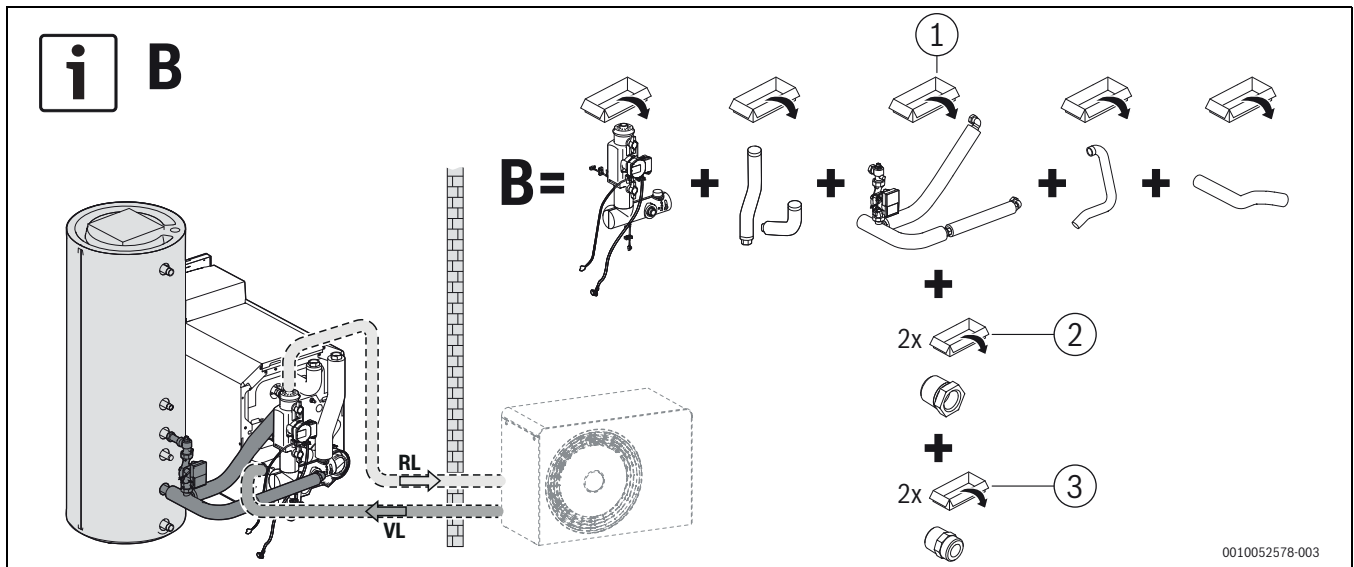
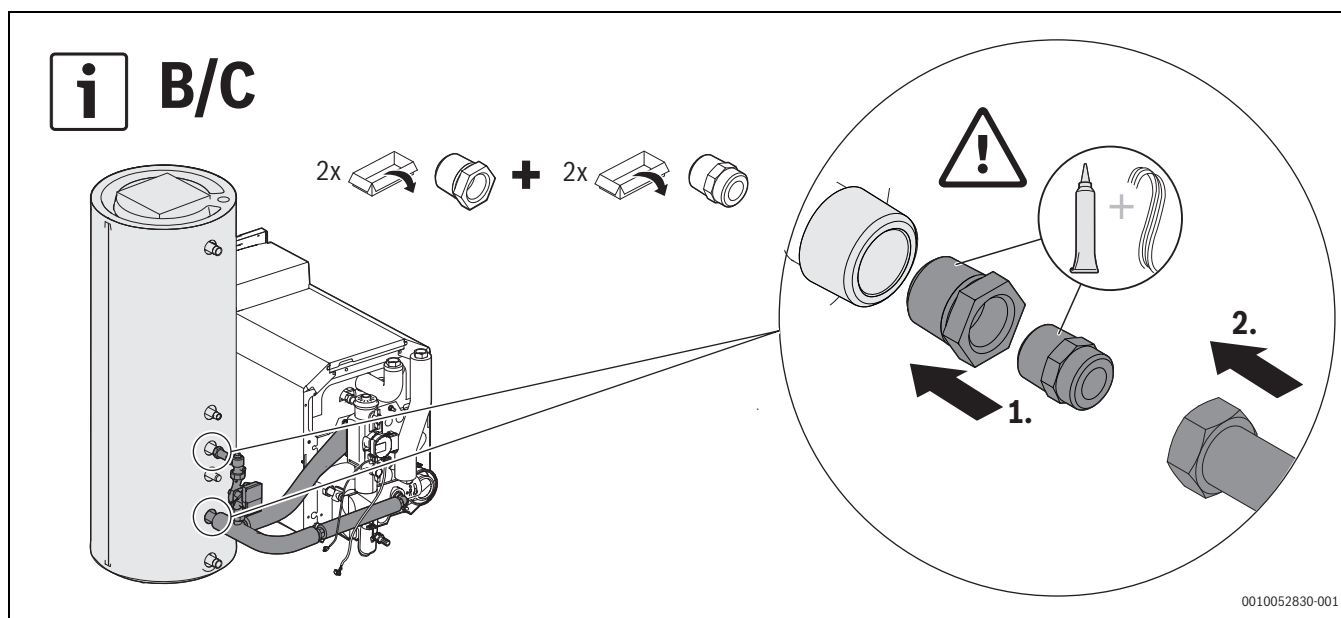

Fig. 8 Connexion ballon ballon vertical à droite, variante B, exemple d'illustration pour taille de chaudière 18 kW
Fig. 10 Montage connexion ballon ballon vertical, variantes B et C
- ▶ Monter l'assemblage de la tuyauterie conformément à la variante prévue (→fig. 8 – fig. 10) (→respecter la notice d'installation à part du set de connexion ballon) ; **variantes B, C**.